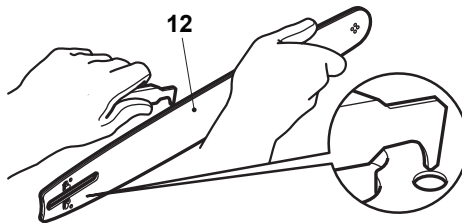

Fig. 40
3. Verificar a roda dentada (10). Se estiver gasta ou danificada devido a esforço, mandá-la substituir por um agente de serviço autorizado ou por uma pessoa com qualificações semelhantes.
4. Limpar os resíduos dos carris na barra guia (12) utilizando uma chave de fendas, uma faca de pasta, uma escova de arame ou outra ferramenta semelhante. Isto manterá as passagens de óleo abertas para fornecer lubrificação adequada à barra-guia (12) e à corrente da serra (11) (Fig. 40).